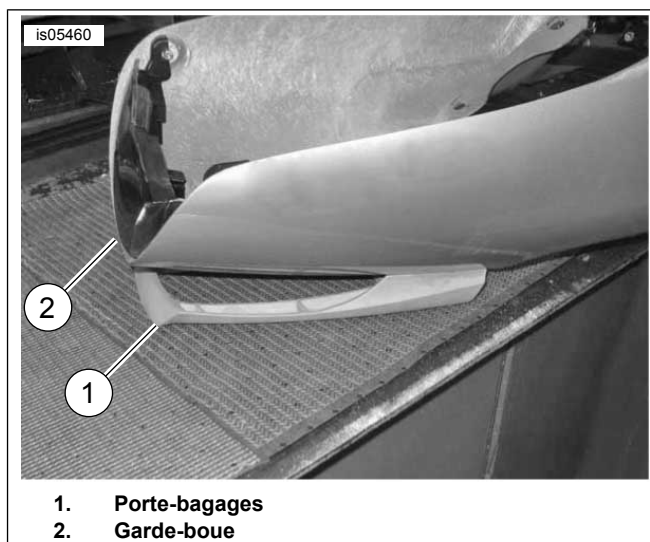
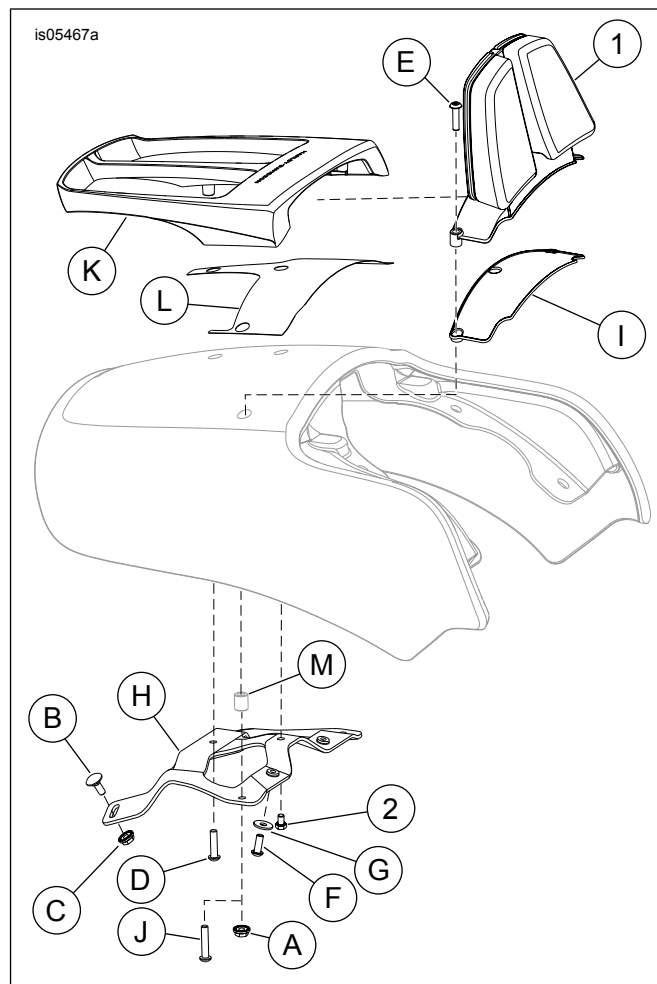

Figure 3. Aligner le porte-bagages et le garde-boue
Figure 5. Pièces détachées : Montant VRSCF
Voir Figure 5 et Tableau 1.
1. Voir Figure 5. Retirer les boulons traversants (B) et les écrous à collet (C). Conserver pour l'installation.
2. Déposer les vis (D, F et J) et les rondelles (G). Conserver pour l'installation.
3. Déposer les entretoises (M). Jeter les entretoises.
4. Retirer le support de montage (H) et le porte-bagages (K). Conserver pour l'installation.
6. Voir Figure 5. Installer le montant (1) sur le joint en caoutchouc (I).
7. Voir Figure 3. Placer le montant sens dessus dessous sur le banc de travail et aligner les trous avec les trous du garde-boue.
8. Aligner les trous de montage de l'attache de support (H) avec les trous de montage du montant.
9. Voir Figure 5. Installer le boulon (2) et serrer à la main.
10. Installer les deux vis (E) et écrous (A) dans les emplacements de montage extérieurs et serrer à la main.
12. Serrer le boulon (2) à un couple de 10–12 N·m (88–106 in-lbs).
6. Si le porte-bagages n'a pas été installé précédemment : Voir Figure 5. Placer le ruban protecteur (L) sur la surface peinte en utilisant les trous percés pour l'alignement.
7. Voir Figure 5. Glisser le montant (1) sur le porte-bagages (K).
8. Voir Figure 3. Placer l'ensemble du porte-bagages/montant sens dessus dessous sur le banc de travail et aligner les trous du porte-bagages avec les trous du garde-boue.
9. Aligner les trous de montage de l'attache de support (H) avec les trous de montage du montant et du porte-bagages.
10. Voir Figure 5. Installer la vis (D) et serrer à la main.
11. Installer le boulon (2). Serrer à la main.
12. Installer les deux vis (J) dans les emplacements de montage avant et serrer à la main.
14. Serrer le boulon (2) à un couple de 10–12 N·m (88–106 **in-lbs**).
4. Voir Figure 5. Installer deux vis (F) et rondelles plates (G) à travers les trous du logement de siège et dans les écrous à souder sur l'attache de support (H). Serrer à la main.
7. Voir Figure 5. Serrer les écrous (C) et les vis (F) à un couple de 7–9 N·m (62–80 **in-lbs**).